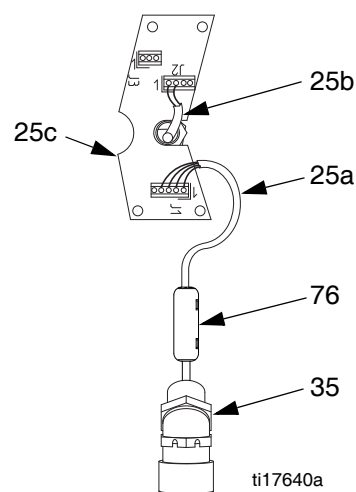

Fig. 29. Branchements des fils du circuit imprimé
- a. Consultez la FIG. 29. Débranchez le câble du capteur (25a) du connecteur J1 sur le circuit imprimé (25c). Retirez et conservez la ferrite (76).
- c. Débranchez les fils extérieurs du circuit d'IS des connecteurs J2 et J3 du circuit imprimé et des deux blocs de bornes (46). Débranchez les fils du capteur de position des deux blocs de bornes. Conservez les blocs de bornes.
- e. Dévissez les réducteurs de tension conducteur (74a et 35) du carter du réducteur. Retirez le réducteur de tension à 45° (35) et la gaine de câble du capteur du boîtier. Ne démontez pas le capteur de l'orifice de sortie (P).
- f. Débranchez le capteur de position et les pièces de fixation du carter du réducteur (1). Voir page 22. Assurez-vous de retirer l'adaptateur du capteur de position (78). Conservez ces pièces.
11. Dévissez les écrous (15) des barres d'accouplement (3). Retirez l'intégralité de la section liquide. Dévissez les barres d'accouplement (3) du carter du réducteur.